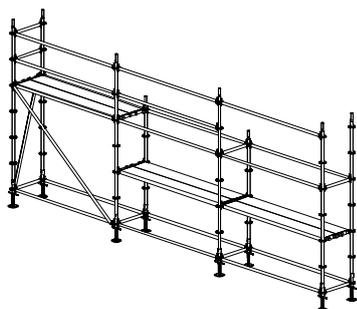

Figure 9.5a
9.8 Après avoir achevé le premier étage, l'édification des étages suivants peut commencer. Il est très important, durant l'édification des étages suivants, de travailler **en toute sécurité**. Cela signifie qu'il convient de mettre en place un système de protection latérale, tel que des garde-corps, avant de passer à l'étage supérieur. Le système DokaScaff propose quelques solutions pour cette protection latérale durant l'édification, voir figures 9.5a et 9.5b.
Sur la figure 9.5a, des éléments DokaScaff standard sont utilisés pour créer un plancher supplémentaire temporaire à 1 mètre au-dessus du plancher de travail. Il est possible, depuis ce plancher, de mettre en place les garde-corps et les planches en acier de l'étage suivant.
S'il n'est pas possible, pour une quelconque raison, de bénéficier de la protection latérale montrée sur les figures 9.5a ou b, il convient de porter un harnais de sécurité et de s'attacher aux montants ou aux garde-corps.